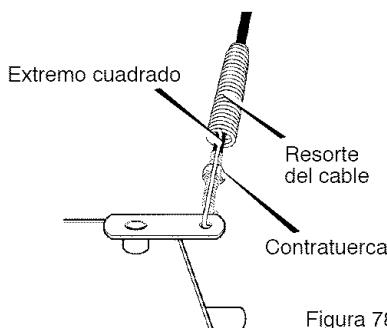

Figura 78
- Meta el cable por el resorte hasta exponer la porción roscada del cable (Figura 78).